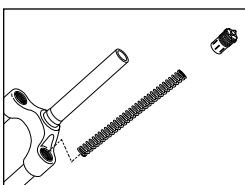

Fig. 4
2. Retirez les piles de ressorts (fig. 4).